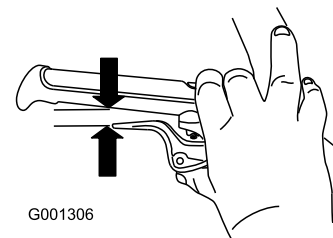

Bild 10
5. Drücken Sie den Griff ganz durch. Prüfen Sie dann den Abstand, der zwischen der Unterseite des Griffs und dem Radkuppungshebelende besteht (Bild 10).